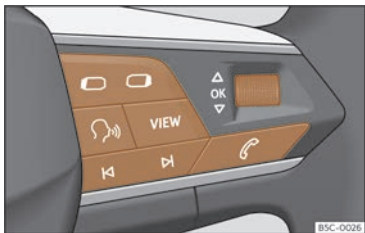

Fig. 11 Costat dret del volant multifunció: tecles per utilitzar els menús i les indicacions informatives del quadre d'instruments (segons versions).
Mentre hi hagi un advertiment amb prioritat 1 >>> pàg. 25, no es podrà accedir a cap menú. Alguns advertiments es poden confirmar i amagar amb la tecla **OK** del volant multifunció >>> **fig. 11**.
- Si es mostra un missatge o el pictograma d'un vehicle, premeu la tecla **OK** >>> **fig. 11**; si cal, feu-ho diverses vegades.